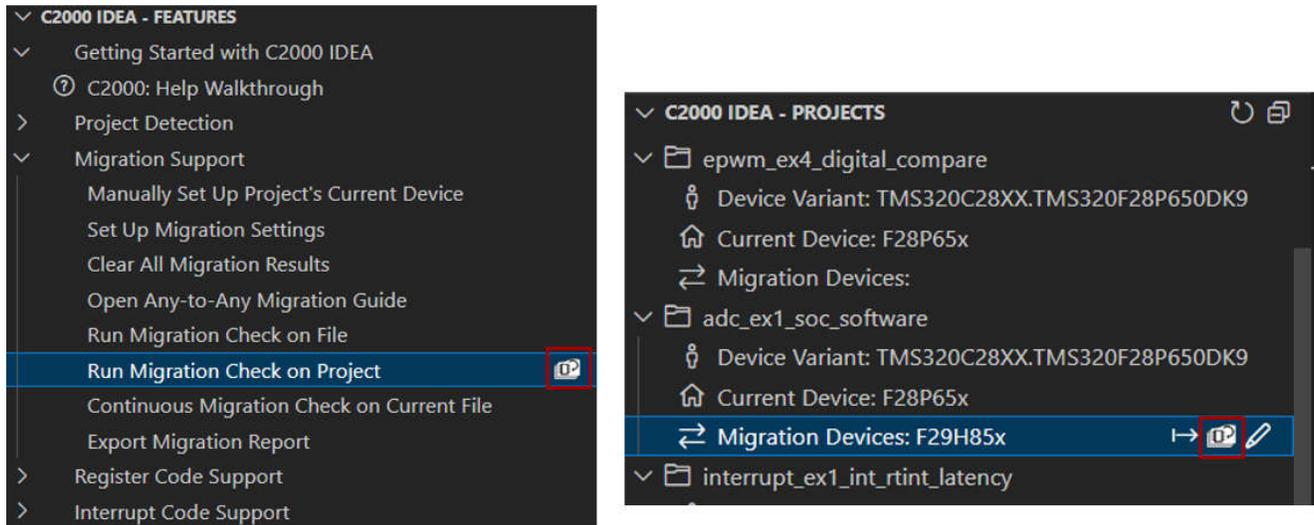

图 3-9. 项目迁移执行 ( 扩展树 )
- b. 单击 C2000 IDEA - 项目 窗格中检测到的项目下的迁移器件旁边的图标，如图 3-9 所示。